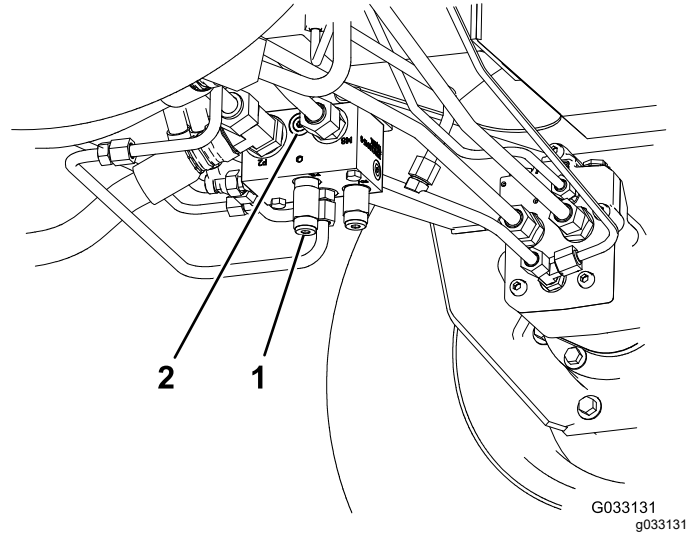

Bild 63
- Toro Bestellnummer 340-77, Hydraulikanschlussstück (2)
1. Installieren Sie das Diagnose-Anschlussstück in dem unmarkierten Anschluss zwischen den Anschlüssen M8 und P2 am Heckantriebsverteiler (Bild 63).